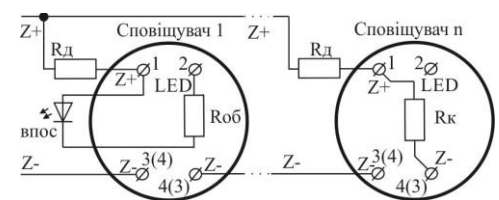

Рисунок 4.3 – Підключення ВПОС або світлодіода
4.4 Якщо за проектом використовують ВПОС з живленням від ШС, то його мінусовий контакт через резистор R_{об} з'єднують з гвинтовою клемою з маркуванням «2» (LED), а плюсовий – гвинтовою клемою з маркуванням «1» (Z+) (Рис. 4.3, номінал R_{об} залежить від типу ВПОС і його робочого струму, а